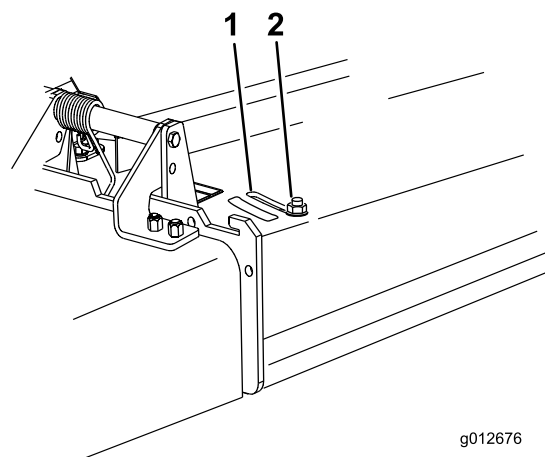

Figura 30
3. Para ajustar el deflector, afloje la tuerca (Figura 30).